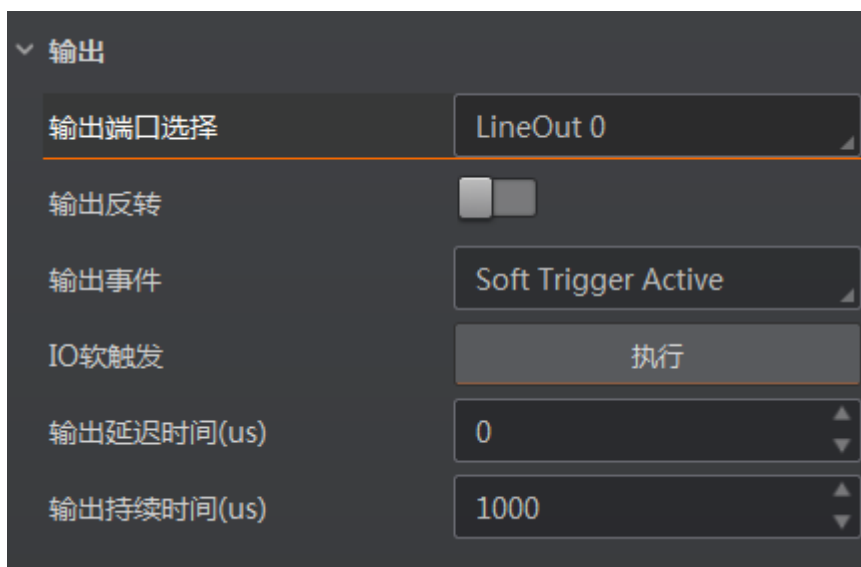

图4-41 软触发
- 当输出事件源选择“Soft Trigger Active”输出时，除输出信号的延迟时间和持续时间参数外，还需要通过 IO 软触发处的“执行”按钮提供输出事件，如图 4-41 所示。